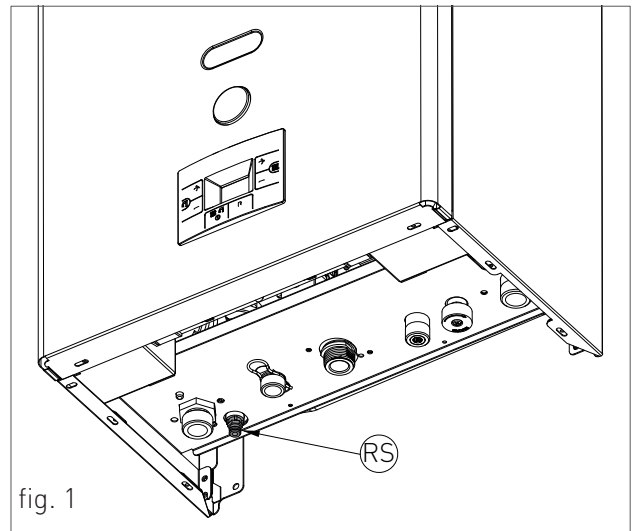

fig. 1
- › Îndepărtați șuruburile de fixare (1 - fig.1) așezate pe marginea inferioară a panoului frontal;
- › Apucați panoul frontal de jos și îndepărtați-l trăgându-l către sine și apoi în sus (vezi fig. 1).
- › Scoateți șuruburile de fixare (2 - fig.1) așezate pe marginea frontală a panoului lateral;
- › Scoateți șuruburile de fixare (3 - fig.1) așezate pe marginea inferioară a panoului lateral;
- › Apucați partea inferioară a panoului și îndepărtați-l mișcându-l în lateral și apoi trăgându-l în sus (vezi fig. 1).
- › Prindeți în același timp suporturile de susținere ale panoului de control (fig. 1) desfacându-le și rotiți panoul în jos;
- › Deșurubați cele două șuruburi de fixare 1 - fig. 1;
- › Decuplați cele patru cârlige „2” - fig. 1;
- › Conectați un tub flexibil la ieșirea de golire a sistemului 'RS' (fig. 1) și conectați celălalt capăt al tubului la o descărcare adecvată;
- › Rotiți robinetul de descărcare a sistemului „RS” (fig. 1);